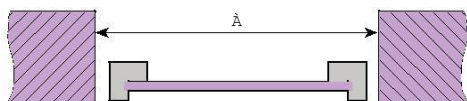

Рис. 4
- Определить габариты оконного блока: ширина оконного блока = $A - 2 \times 2$ мм, где 20 мм – оптимальный монтажный зазор. Рис. 4